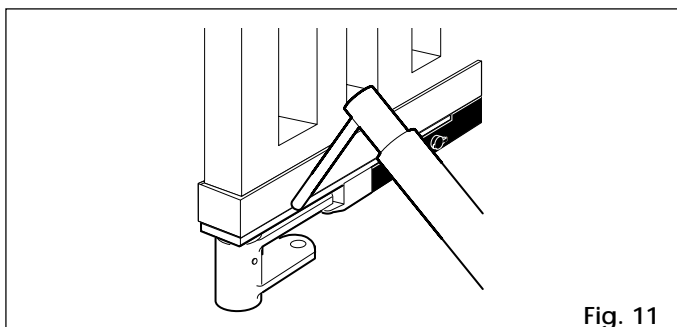

Fig. 11
- 3) Souder le sabot de guidage à la patte de support (fig. 11).